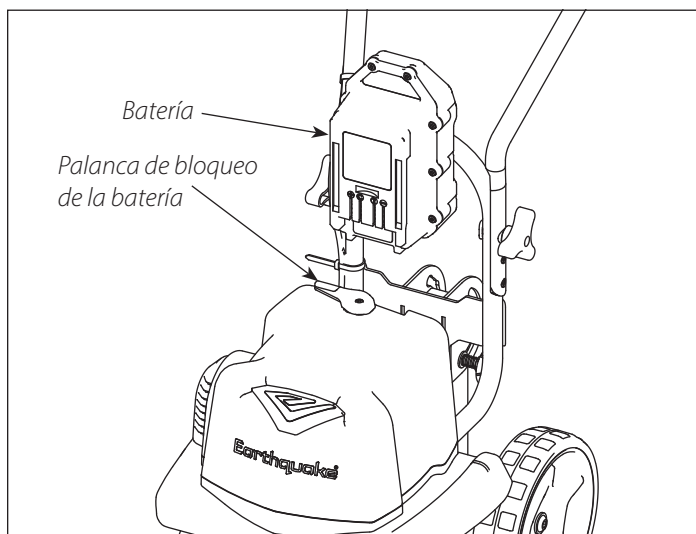

Figura 1
**NOTA:** La palanca de bloqueo de la batería debe estar en la posición de desbloqueo antes de que la batería se pueda deslizar sobre el cabezal de potencia. CONSULTE LA FIGURA 1